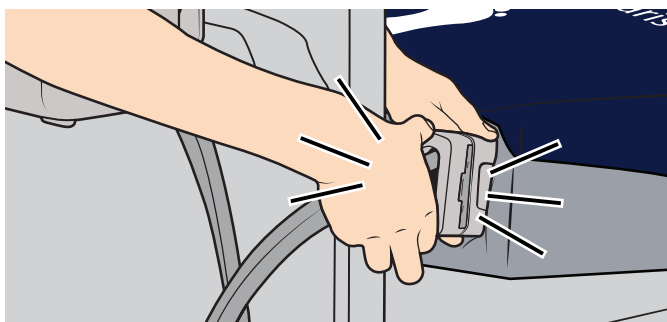

Figura 32
4. Conecte el conector del conjunto de tubos del compresor al conector del colchón. Asegúrese de que el conector del conjunto de tubos del compresor encaja en ambos lados posición con un doble clic. Consulte la Figura 32